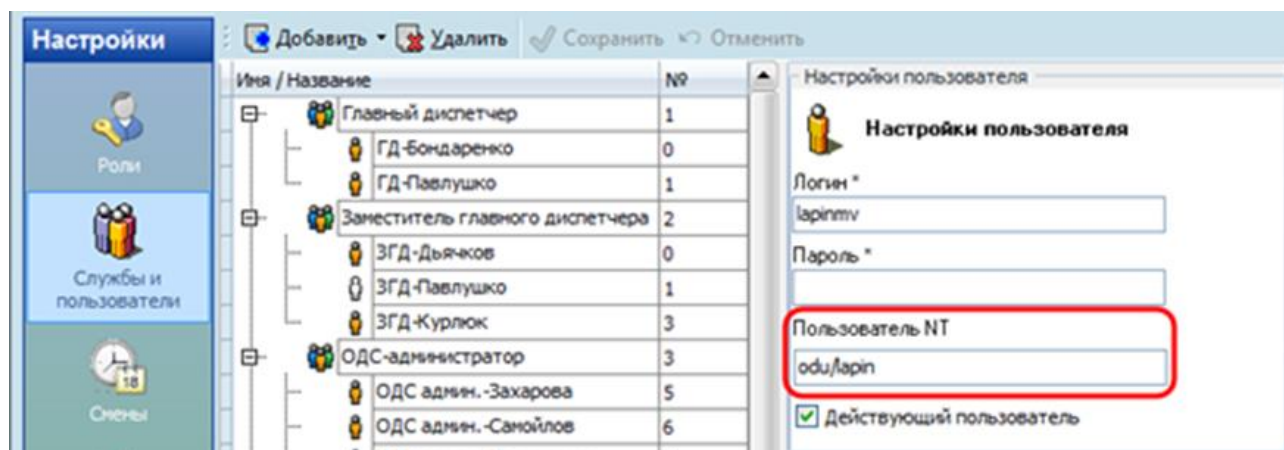

Рисунок 7.38 – Настройка Windows - аутентификации
- параметр «Пользователь NT» используется для настройки автоматической авторизации пользователя в Системе с использованием доменной авторизации Windows NT. Параметр указывается в формате «домен / логин» пользователя Windows NT, при этом ввод и редактирование пароля невозможно (Рисунок 7.38). Если в поле «Пользователь NT» указана доменная учетная запись, ввод и редактирование пароля возможно. Значение в поле «Пользователь NT» должно быть уникальным, при сохранении изменений производится проверка, что нет пользователей с таким же названием учетной записи для входа в ПК. Если такая учетная запись уже существует, то отображается ошибка «Пользователь NT с такой учетной записью уже существует». В рамках проверки проверяются учетные записи всех пользователей независимо от признака «Действующий пользователь». По умолчанию не заполнено.